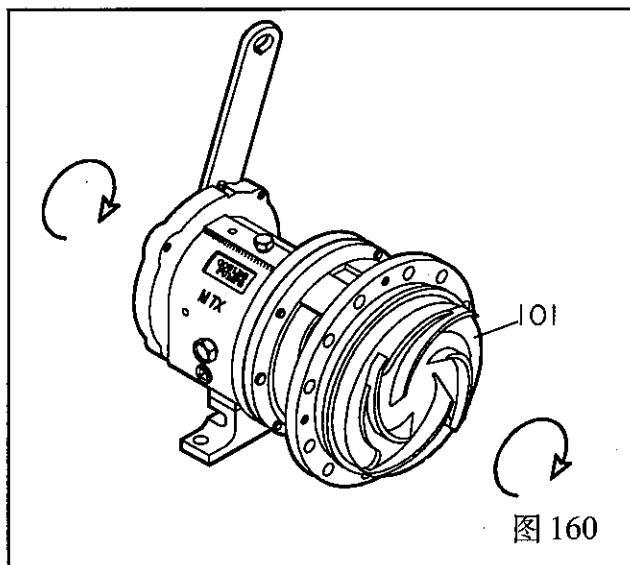

图 160
15. 装上带有新O型圈(412A)的叶轮(101), 把卡轴扳手和键置于轴上。当叶轮(101)与轴套(126)牢固接触后, 从工作台上抬起轴扳手(从叶轮端方向看为反时针方向)并使劲将扳手向下压(从叶轮端方向看为顺时针方向), 快速地撞击几下, 叶轮(101)将被旋紧。 (图160)。